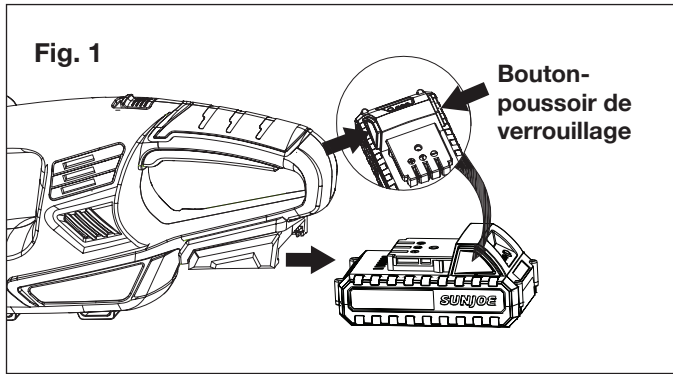

Fig. 1
1. Appuyez sur les boutons-poussoirs de verrouillage sur le bloc-piles pour le sortir de l'outil en le tirant (Fig. 1).